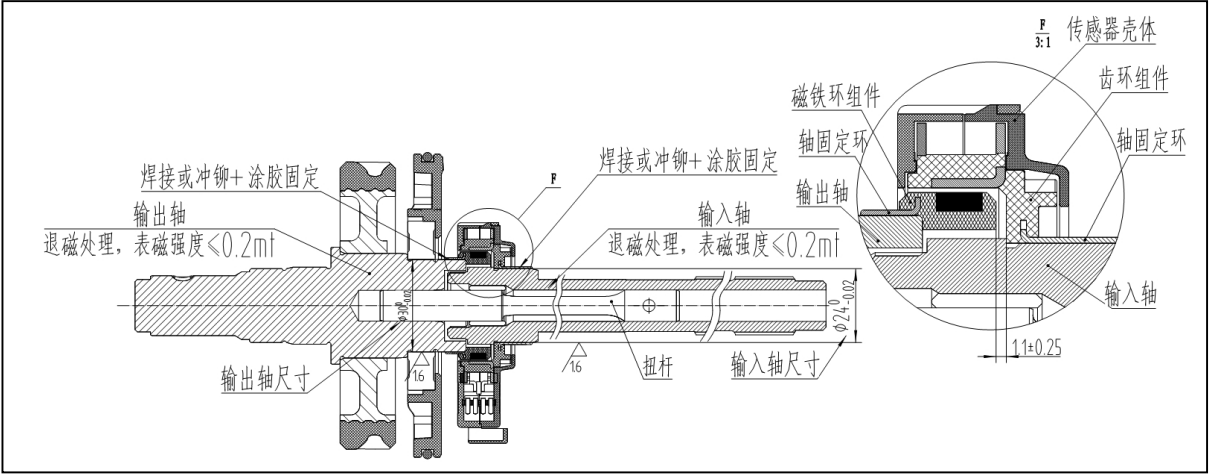
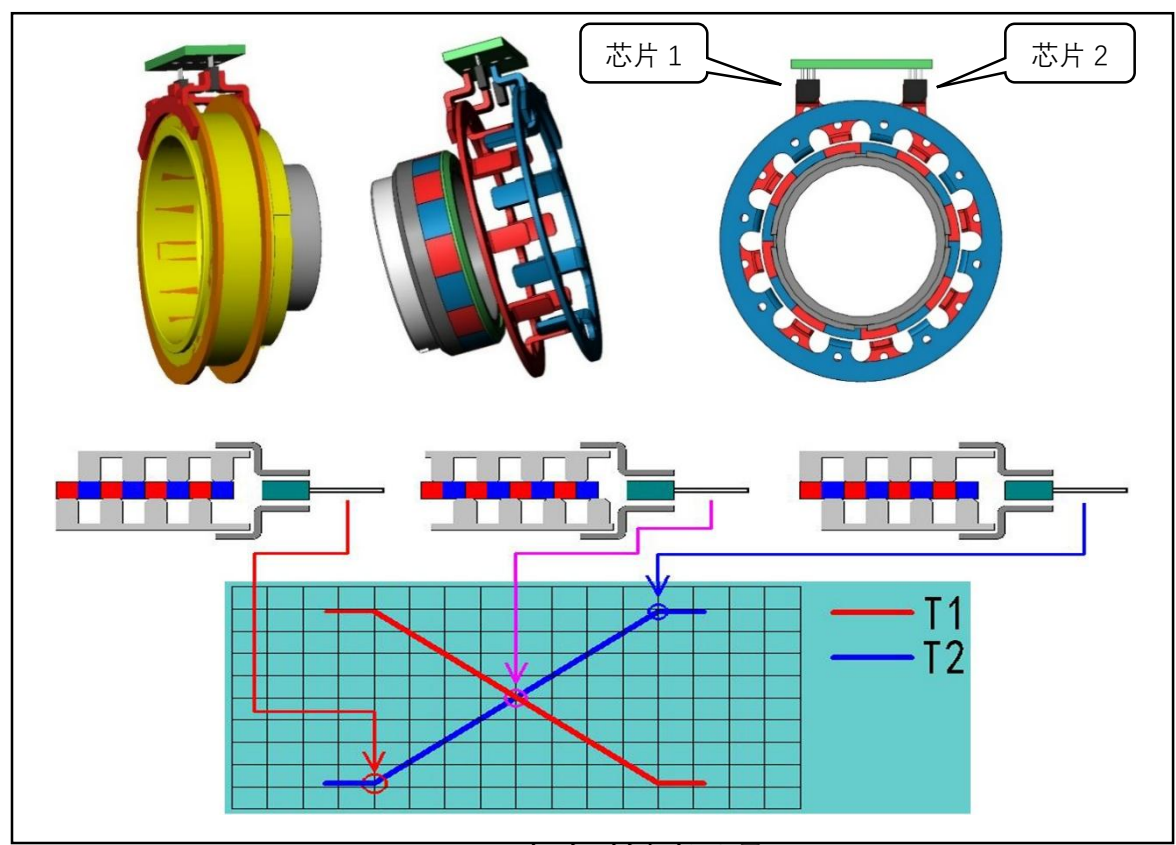

图 5 传感器在管柱上的位置
图 9:扭矩检测原理
多极磁环的磁极一一对应，参见图 5 和图 9。这两个磁体之间的磁通方向和强度是对转向力矩的测量依据，由霍尔效应芯片完成这一测量。
转向力矩的产生导致扭力杆发生扭转，改变了输入轴和输出轴的相对角度位置，由此使相应的磁铁磁极和 2 个导磁的齿环产生角度偏移。这个角度位置变化引起磁信号在两个磁导体之间的气隙中磁通量和磁极的变化。固定在气隙中两个霍尔芯片把变化的磁信号转换成电信号。转向力矩为零时，磁场也为零。从转向动作到电信号的检测原理见图 9。
- 4) 旋转传感器主体中的齿环组件（根据磁铁环组件和传感器主体安装位置的不同，有些客户可能须旋转磁铁环组件），同时观察屏幕显示，使其曲线或示值趋近于中位附近（具体数值区间见安装使用说明书），安装位置见图 5；